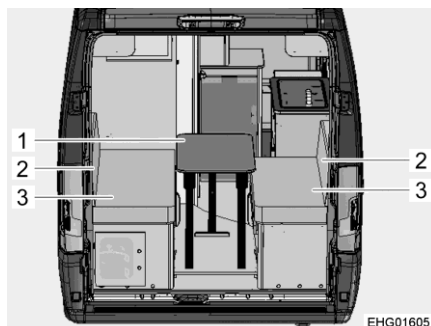

Fig. 64 Prima della trasformazione
- Chiudere il tavolo ribaltabile (Fig. 64,1) e posizionarlo a lato oppure spingerlo nel vano sotto la pedana.
- Rimuovere i due cuscini dello schienale (Fig. 64,2). I cuscini dello schienale sono divisi ciascuno in 2 parti (un cuscino imbottito e un cuscino a cuneo). L'imbottitura viene utilizzata per creare la struttura letto, il cuscino a cuneo può essere utilizzato in opzione come appoggio rialzato per la testa.
- Rimuovere i due cuscini del divano (Fig. 64,3).